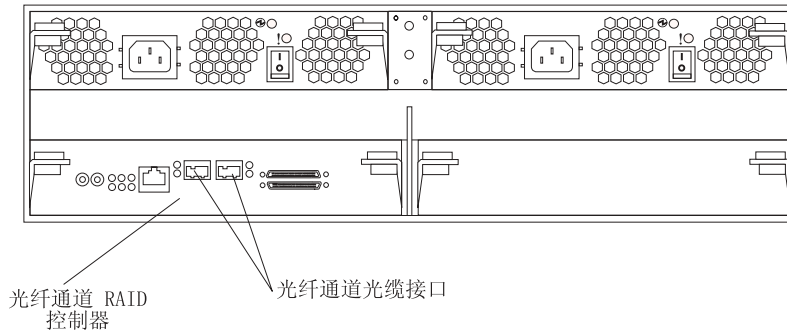

图 23. 主机系统光缆接口
2. 将主机系统光缆连接到 RAID 控制器或交换机。第 26 页的图 23 显示 RAID 控制器上连接主机系统光缆的位置。